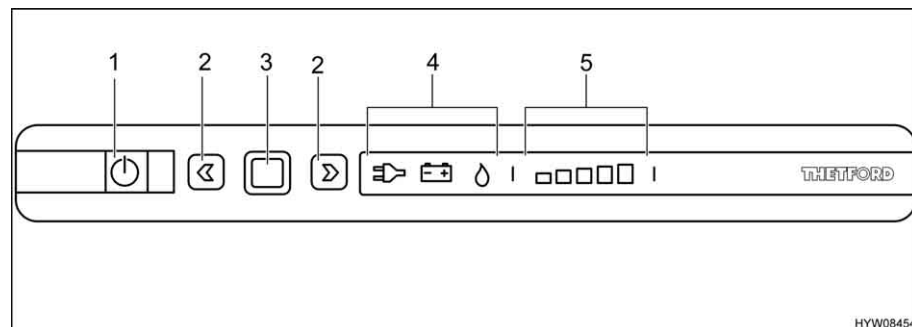

Bild 172 Bedienelemente für den Kühlschrank
Die aktuelle Betriebsart wird durch ein leuchtendes Symbol (Bild 172,4) an der Bedieneinheit angezeigt.
Nach dem Einschalten wählt der Kühlschrank automatisch die zuletzt gewählte Thermostateinstellung. Diese Einstellung kann manuell mit den Pfeiltasten (Bild 172,2) nachgeregelt werden. Die Leuchtbalken der Kühlstufenanzeige (Bild 172,5) zeigen die gewählte Thermostateinstellung an. Mit den Pfeiltasten wird die Kühltemperatur für alle drei Energiearten eingestellt. Es dauert einige Stunden, bis der Kühlschrank die normale Betriebstemperatur erreicht hat. Beim Umschalten der Betriebsart wird die Thermostateinstellung beibehalten. Die Kühltemperatur wird unabhängig von der Energieart beibehalten.
- Taste Ein/Aus (Bild 172,1) 1 Sekunde lang drücken. Taste (Bild 172,1) leuchtet grün auf. Nach ca. 10 Sekunden wird die Anzeige aus Energie-spargründen gedimmt.
- Bestätigungstaste (Bild 172,3) drücken. Die aktuelle Einstellung der Betriebsart wird angezeigt.
- Wenn nicht Betriebsart Gas eingestellt ist: Zum Ändern der Einstellung Bestätigungstaste (Bild 172,3) ca. 2 Sekunden lang drücken.
- Mit den Pfeiltasten (Bild 172,2) die Betriebsart Gas auswählen. Die Gaszufuhr ist geöffnet. Der Zündvorgang erfolgt automatisch. Ein tickendes Geräusch ist hörbar, bis der Zündvorgang erfolgreich abgeschlossen ist.
- Bestätigungstaste (Bild 172,3) ca. 2 Sekunden lang drücken.
- Bestätigungstaste (Bild 172,3) erneut drücken. Die aktuelle Kühlstufe wird durch die Leuchtbalken (Bild 172,5) angezeigt.
- Zum Ändern der Einstellung die Pfeiltasten (Bild 172,2) drücken, bis die gewünschte Einstellung angezeigt wird.
- Taste Ein/Aus (Bild 172,1) ca. 2 Sekunden lang drücken. Alle Lampen erlöschen. Der Kühlschrank ist abgeschaltet.
- Wenn nicht Betriebsart 230-V-Betrieb eingestellt ist: Zum Ändern der Einstellung Bestätigungstaste (Bild 172,3) ca. 2 Sekunden lang drücken.
- Mit den Pfeiltasten (Bild 172,2) die 230-V-Betriebsart auswählen.
230-V-Betrieb ausschalten: ■ Taste Ein/Aus (Bild 172,1) ca. 2 Sekunden lang drücken. Alle Lampen erlöschen. Der Kühlschrank ist abgeschaltet.
12-V-Betrieb einschalten: ■ Taste Ein/Aus (Bild 172,1) 1 Sekunde lang drücken. Taste (Bild 172,1) leuchtet grün auf. Nach ca. 10 Sekunden wird die Anzeige aus Energie-spargründen gedimmt.
■ Bestätigungstaste (Bild 172,3) drücken. Die aktuelle Einstellung der Betriebsart wird angezeigt.
■ Wenn nicht Betriebsart 12-V-Betrieb eingestellt ist: Zum Ändern der Einstellung Bestätigungstaste (Bild 172,3) ca. 2 Sekunden lang drücken.
■ Mit den Pfeiltasten (Bild 172,2) die 12-V-Betriebsart auswählen.
■ Bestätigungstaste (Bild 172,3) ca. 2 Sekunden lang drücken.
■ Bestätigungstaste (Bild 172,3) erneut drücken. Die aktuelle Kühlstufe wird durch die Leuchtbalken (Bild 172,5) angezeigt.
■ Zum Ändern der Einstellung die Pfeiltasten (Bild 172,2) drücken, bis die gewünschte Einstellung angezeigt wird.
12-V-Betrieb ausschalten: ■ Taste Ein/Aus (Bild 172,1) ca. 2 Sekunden lang drücken. Alle Lampen erlöschen. Der Kühlschrank ist abgeschaltet.